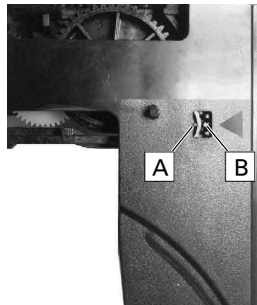

Fig. 11
- Schublade so aufsetzen, dass der mittlere Zahn ⑩ (Fig. 11) der Schublade in die markierte Lücke ⑪ des Zahnrades greift.
- Fit the tray so that the centre tooth ⑩ (Fig. 11) of the tray engages into the marked gap ⑪ of the toothed wheel.